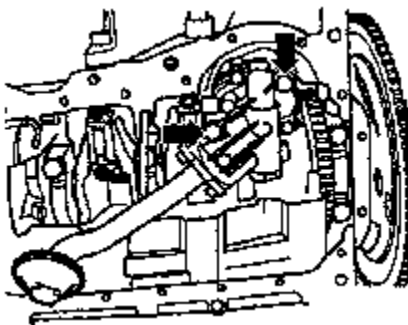

图 4-131 拆卸螺栓
(6) 用车间起重机慢慢降下副车架。拆除车间起重机，向下摆动防侧倾稳定杆。松开图 4-131 箭头所示的螺栓。向下压副车架，拆下机油泵。